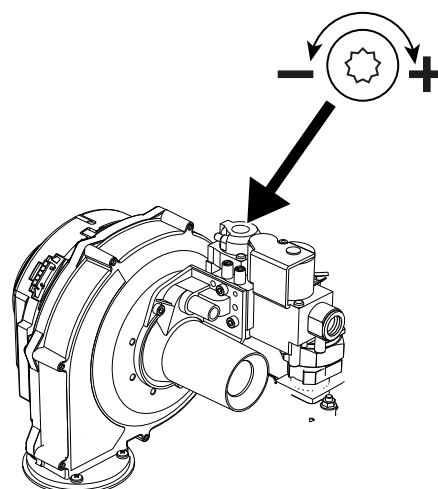

fig. 95- Tornillo de regulación de la capacidad mínimo OFFSET
- Si los valores no son los indicados, gire el tornillos de regulación del CO₂, OFFSET (vea fig. 95), hasta alcanzar los valores indicados.